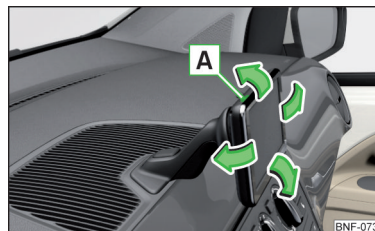

Fig. 88
- La inclinación puede ajustarse fácilmente moviendo el equipo en el sentido de la flecha » fig. 88 hasta la posición deseada » **!**.
- Active el equipo pulsando la tecla **A** » fig. 88.